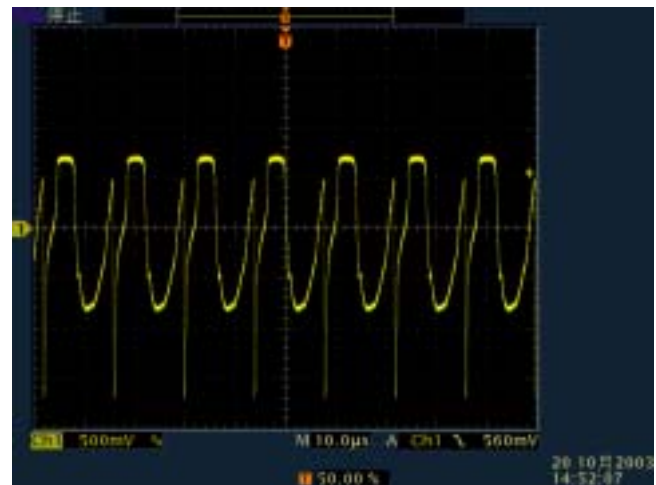

图 9 交流电源供电，预热时的 V_{BE}
- 再次短接预热电容 C_{pre} 到地，用示波器准备观测 V_{BE} ，打开交流电源开关，此时可以看到镇流器在预热时的波形如图 9，1 - 2S 后关断电源。